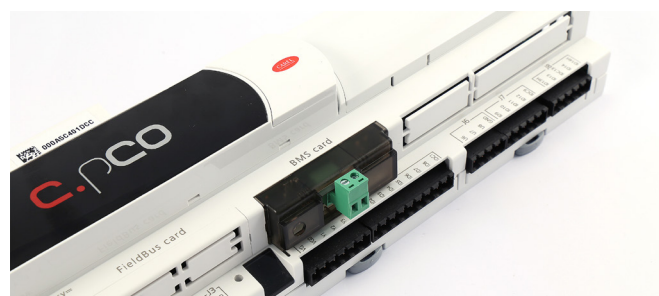

Fig. 2.a
Con riferimento alla Fig. 2.a, l'installazione nel controllo si ottiene a macchina non alimentata secondo la seguente procedura:
1. Con un cacciavite, togliere lo sportellino "BMS card/serial card", a seconda del modello del pCO (vedi Fig. 2.a);